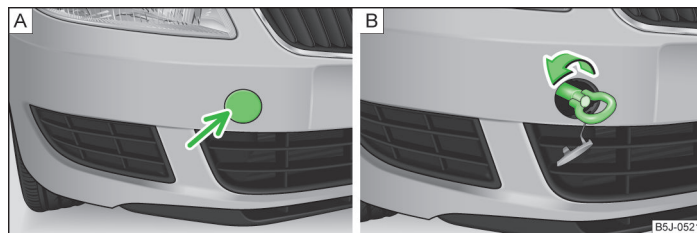

Fig. 147 **Paraurti anteriore: Copertura/Montaggio dell'occhio di traino**
- ▶ Sulla metà sinistra della calotta di copertura, premere nell'area della freccia » fig. 147 - A.
- Avvitare l'occhione di traino verso sinistra, sino al punto di arresto » fig. 147 - B.